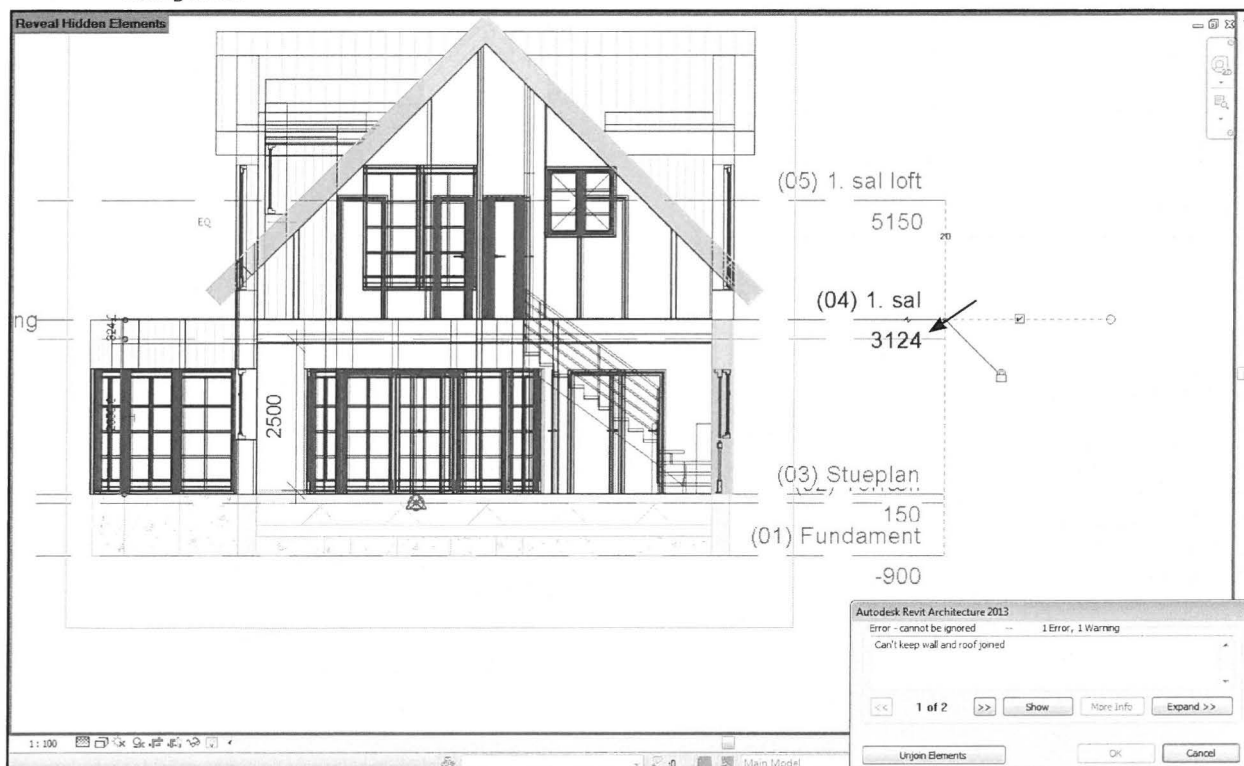

Fig. 13.27. Ændre *Level* (04) 1. sal og klik *Unjoin Element*.
- Lav højden om på *Level*: (04) 1. sal til 3124 mm (Fig. 13.27), så vi får en rumhøjde på 2500 mm i stueetagen.
- Klik *Unjoin Element* (Fig. 13.27) i den advarsel der forekommer.